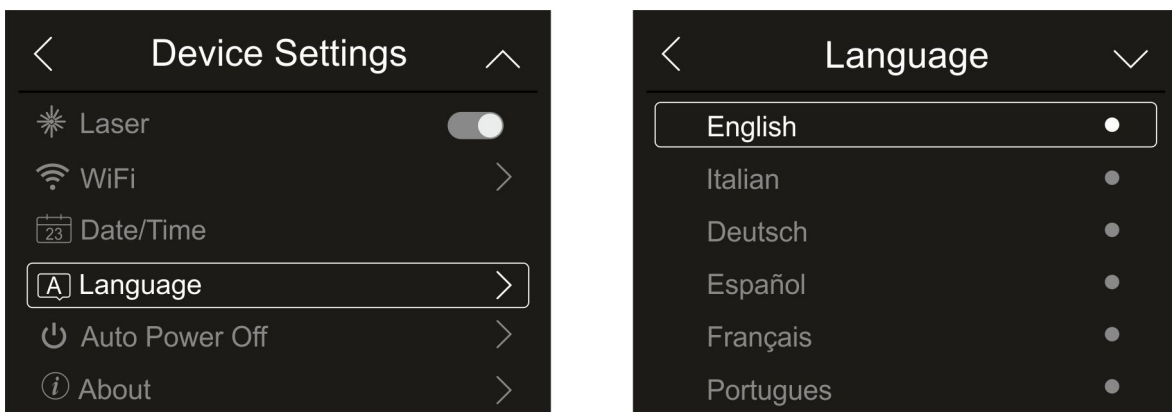

Fig. 20: Configuración del idioma de sistema
1. Toque el texto “Language” para realizar la configuración del idioma de sistema. Se muestra la pantalla de la Fig. 20 – parte derecha: